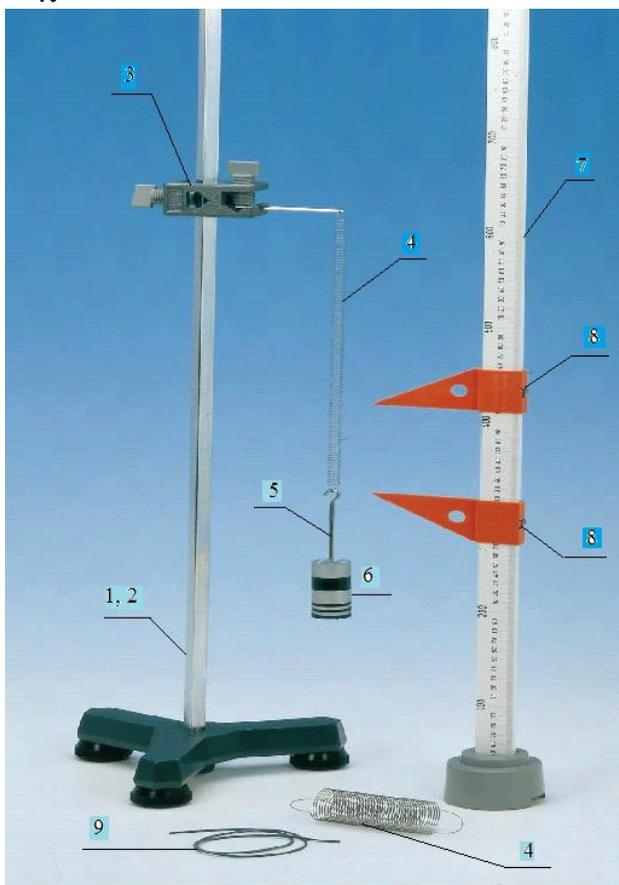

Рис. 4. – лабораторная установка для изучения закона Гука PHYWE P2130101:
Для упругой металлической спиральной пружины с подвешенным к ней грузом (рис. 4) закон Гука записывается в виде:
2. Используя экспериментальную установку (рис. 4) проведите измерения абсолютного удлинения пружины Δl в зависимости от приложенной силы F для каждой из двух пружин.
4. Замените спиральную пружину в экспериментальной установке (рис. 4) на резиновый жгут, длиной около 50 см. Подвесьте к резиновому жгуту груз массой 10 граммов, используя держатель грузов. Отметьте положение нижнего конца нагруженного резинового жгута x_i . Последовательно увеличивая массу